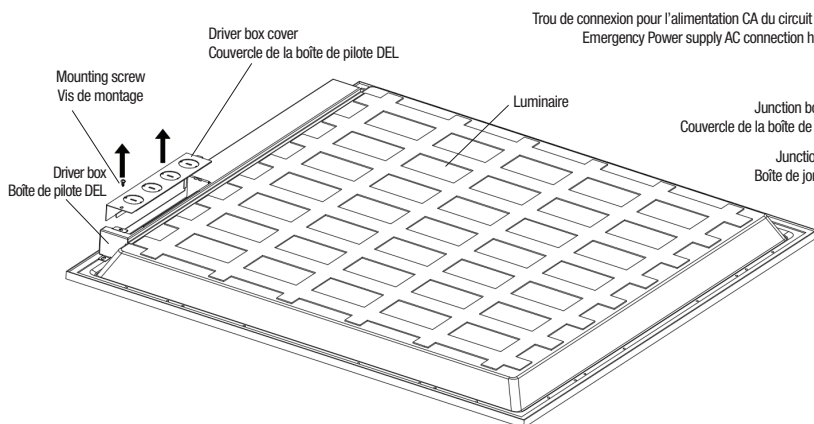

Fig. 1
1. Unscrew the mounting screw and remove the driver box access cover (Fig. 1).
1. Dévisser la vis de montage et retirer le couvercle d'accès de la boîte de pilote des DEL (Fig. 1).